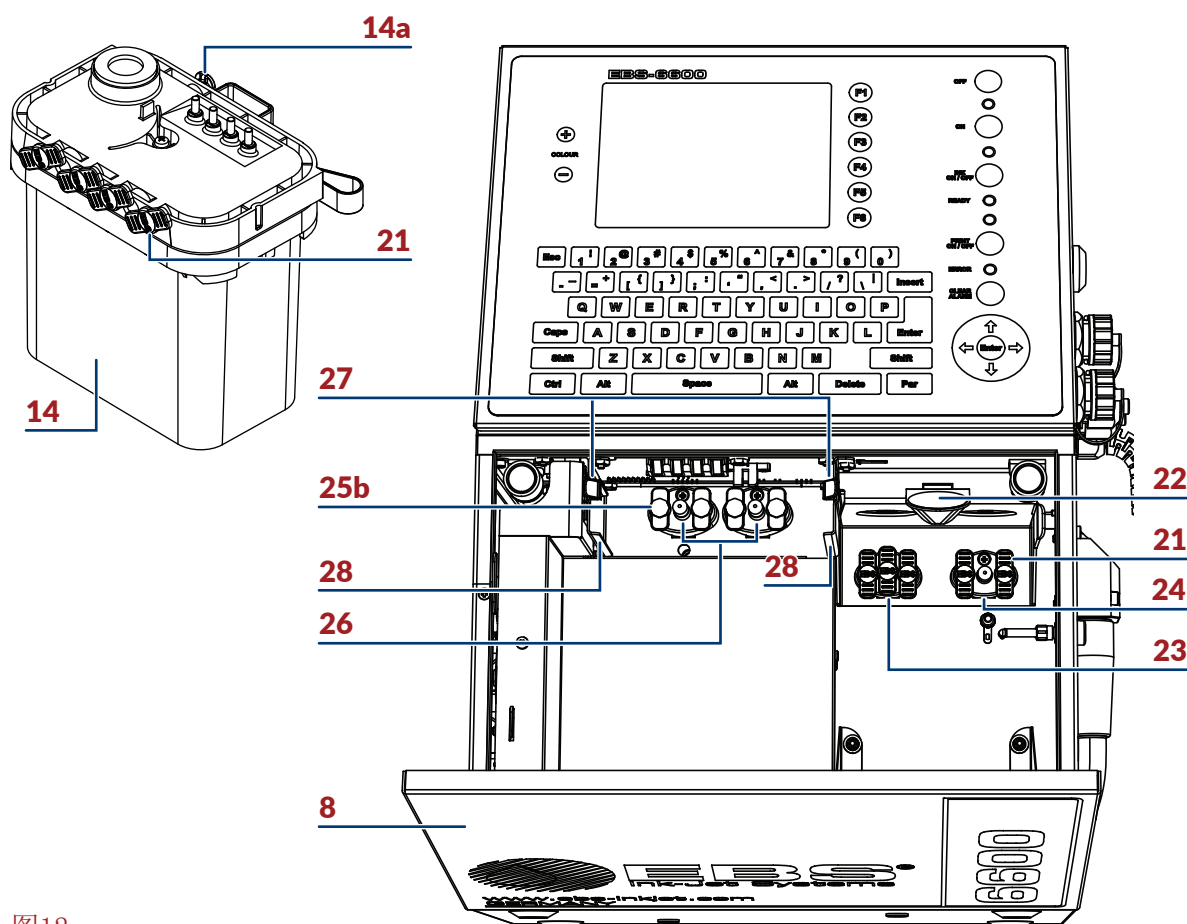

图12.
- 机器中未携带 iModule®墨芯。新的 iModule®墨芯（或喷码机中已经用过的墨芯）在到货时是离机的；见 图12